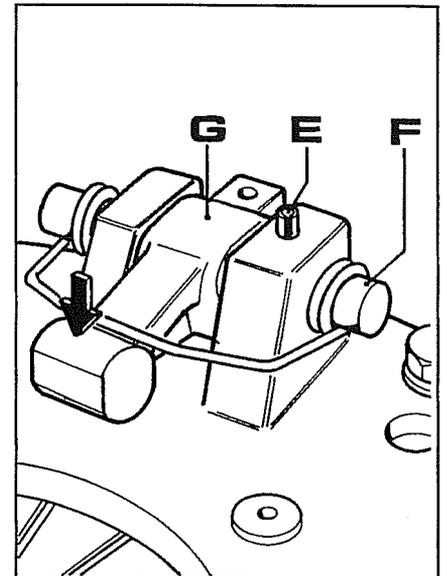
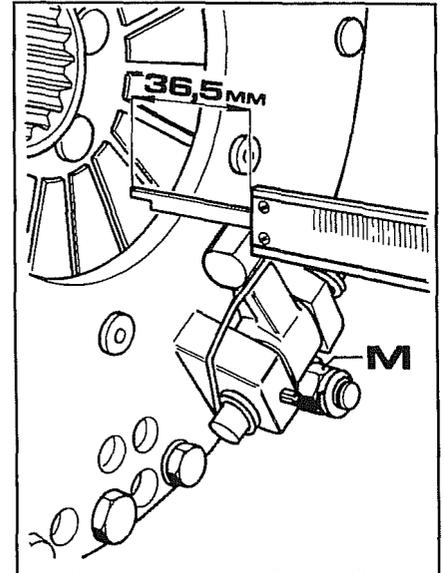

Fig. 23
Fig. 25
- c. Controlar que las palancas **G** fig. 23 no tengan las cabezas (indicadas con la flecha en la fig.) excesivamente gastadas.
- Extraer el perno **F**, luego cambiar la palanca volviendo a colocar el resorte como se ve en la fig. 23.
- Para regular las palancas **G** fig. 23 mando desembrague toma de fuerza, es necesario operar con las tuercas **M** fig. 25 hasta obtener la medida de **36,5 mm** de la extremidad de las palancas al plano del resorte como se muestra en la figura.